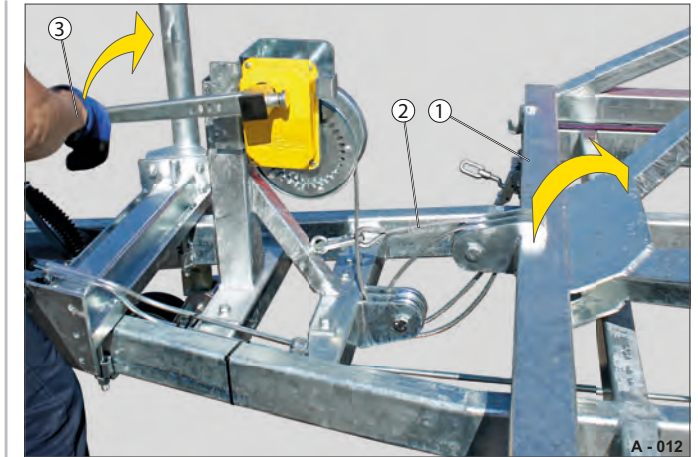

Abb. 7 Seilwinde in Bedienstellung
- ▶ Drehen Sie die Kurbel (Abb. 7/3) im Uhrzeigersinn. Das Seil (Abb. 7/2) lockert sich. Das Trommelgestell (Abb. 7/1) wird langsam mittels Gasdruckfedern nach oben gedrückt.